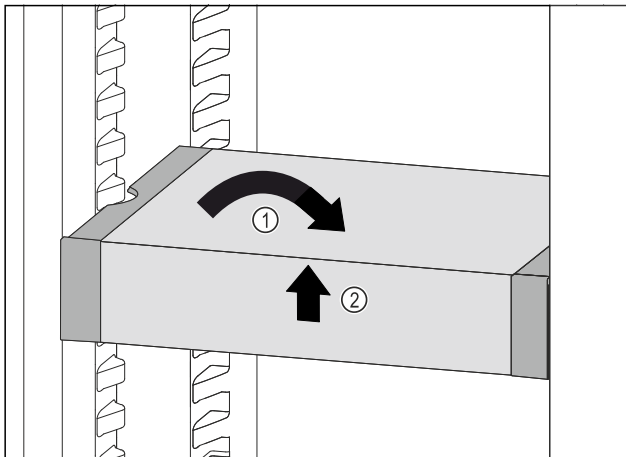

Fig. 99
- VarioSafe gerade stellen. Fig. 99 (1)
- VarioSafe vorne anheben. Fig. 99 (2)